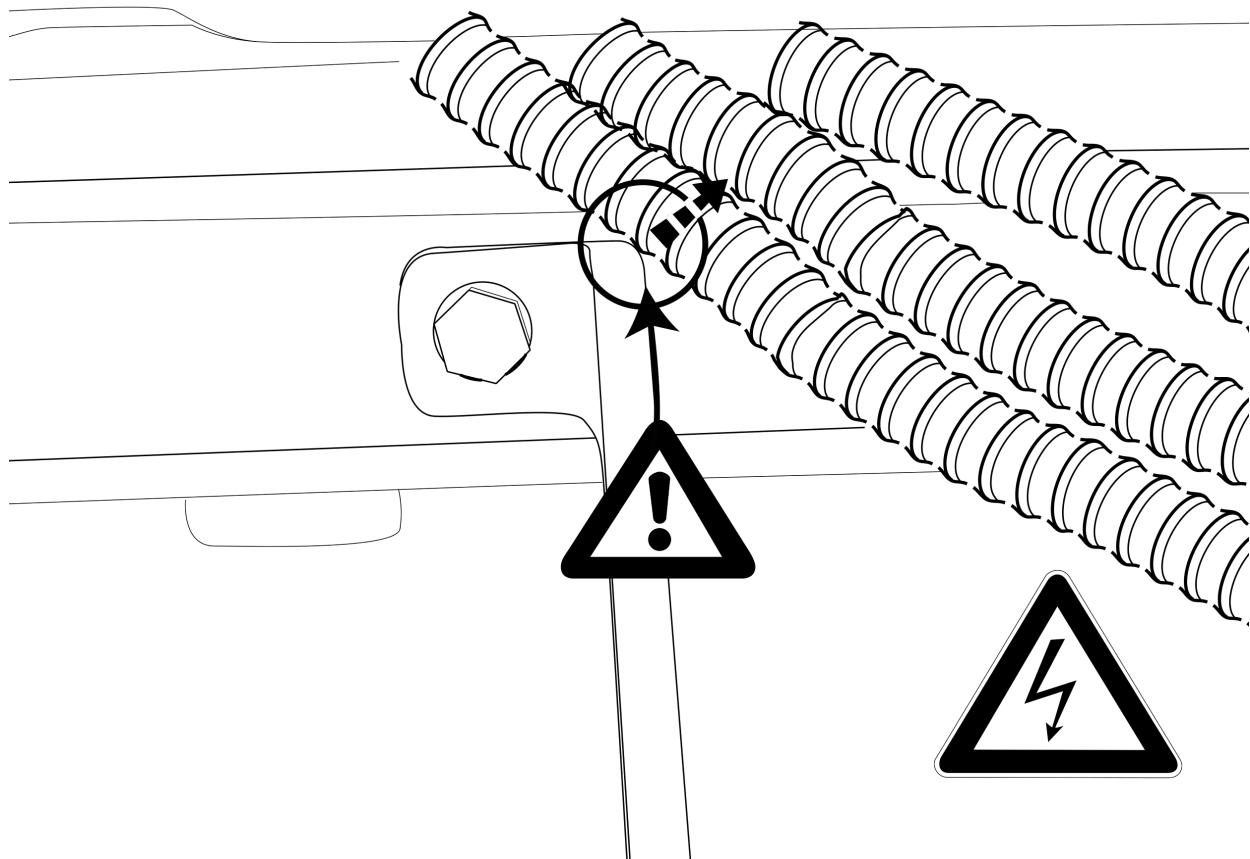

Fig. 2
- Убедитесь, что высоковольтные кабели не касаются опор. См. рисунок 2.